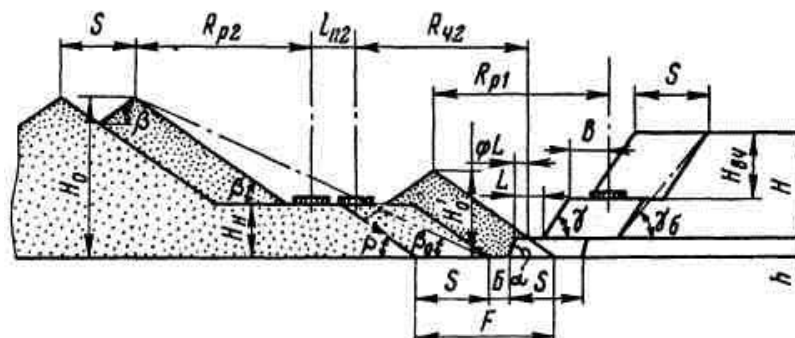

Рис. 1 Схема экскавации с драглайнами на вскрышном поду-
**Задача.** Выбрать экскаватор и определить параметры системы разработки с кратной перевалкой вскрышных пород во внутренний отвал при расположении драглайна на промежуточном горизонте вскрышного уступа (рис.1).